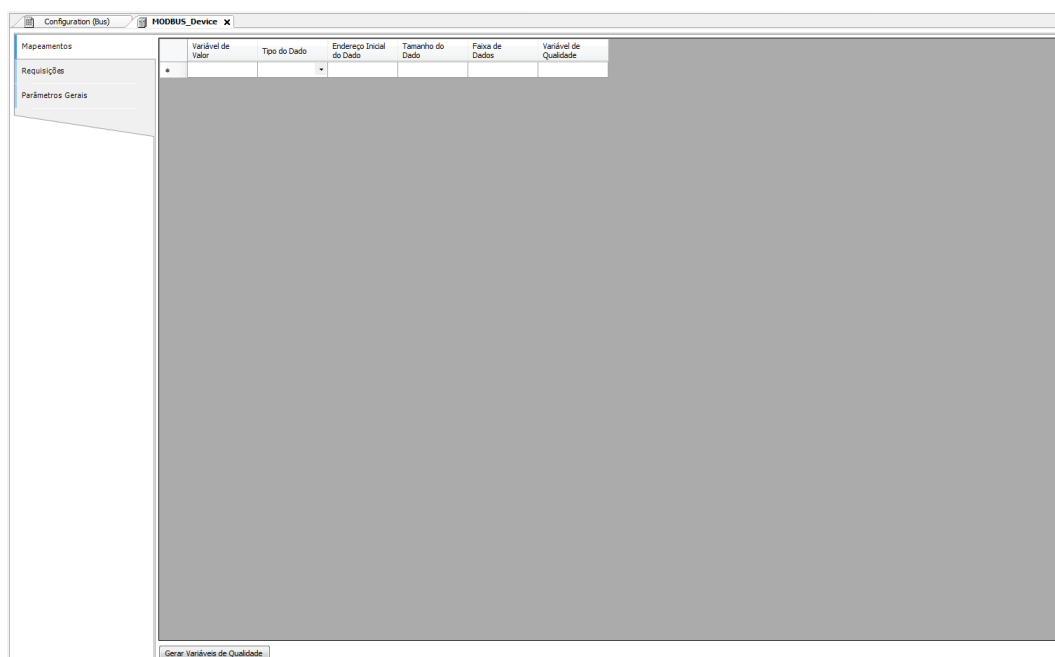

Figura 56: Tela de Mapeamentos de Dados MODBUS
- Adicionar e configurar os mapeamentos MODBUS na aba Mapeamentos conforme Figura 56, especificando o nome da variável, tipo de dados e endereço inicial do dado, o tamanho do dado e a faixa são preenchidos automaticamente.